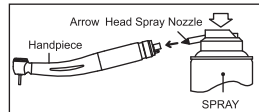

Fig. 17
- 1) ① Direct-Connect Type: Fjern håndstykket fra slangen.
② Quick Connect Type: Frakobl håndtaget fra Quick Coupler.
- 3) Installer spidsdysen i aerosolporten (fig.17).